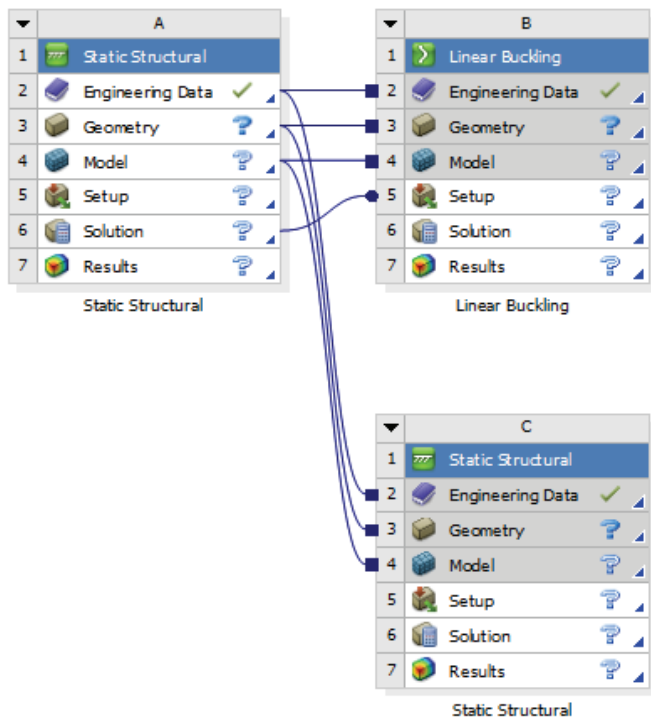

图 9-3 分析项目
4) 在工具箱中的 Analysis System>Static Structural 上按住鼠标左键拖曳到项目管理区中, 当项目 A 的 Model 项红色高亮显示时, 放开鼠标创建项目 C, 此时相关联项的数据可共享, 如图 9-3 所示。